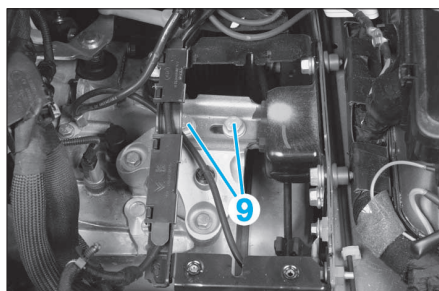

FIG. 65
- Déposer les fixations (9), de la boîte de vitesses (Fig.65).